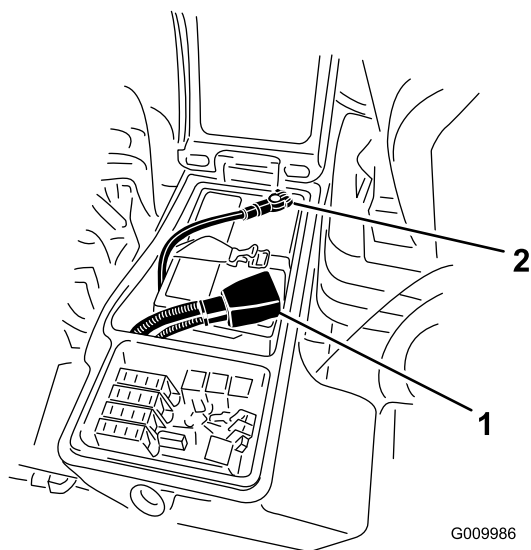

Figura 76
3. Retire o cabo negativo (preto) do terminal negativo (-) e o cabo positivo (vermelho) do terminal positivo (+) da bateria (Figura 76).
6. Instale o cabo positivo (vermelho) no terminal positivo (+) e o cabo negativo (negro) no terminal negativo (-) da bateria (Figura 76).